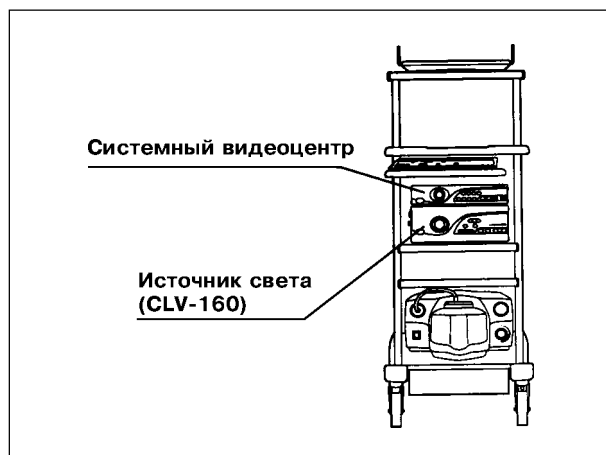

Рис. 3.3
6. Установите источник света на полку рабочего стола таким образом, чтобы опоры совпали с отверстиями фиксаторов (см. рис. 3.3).